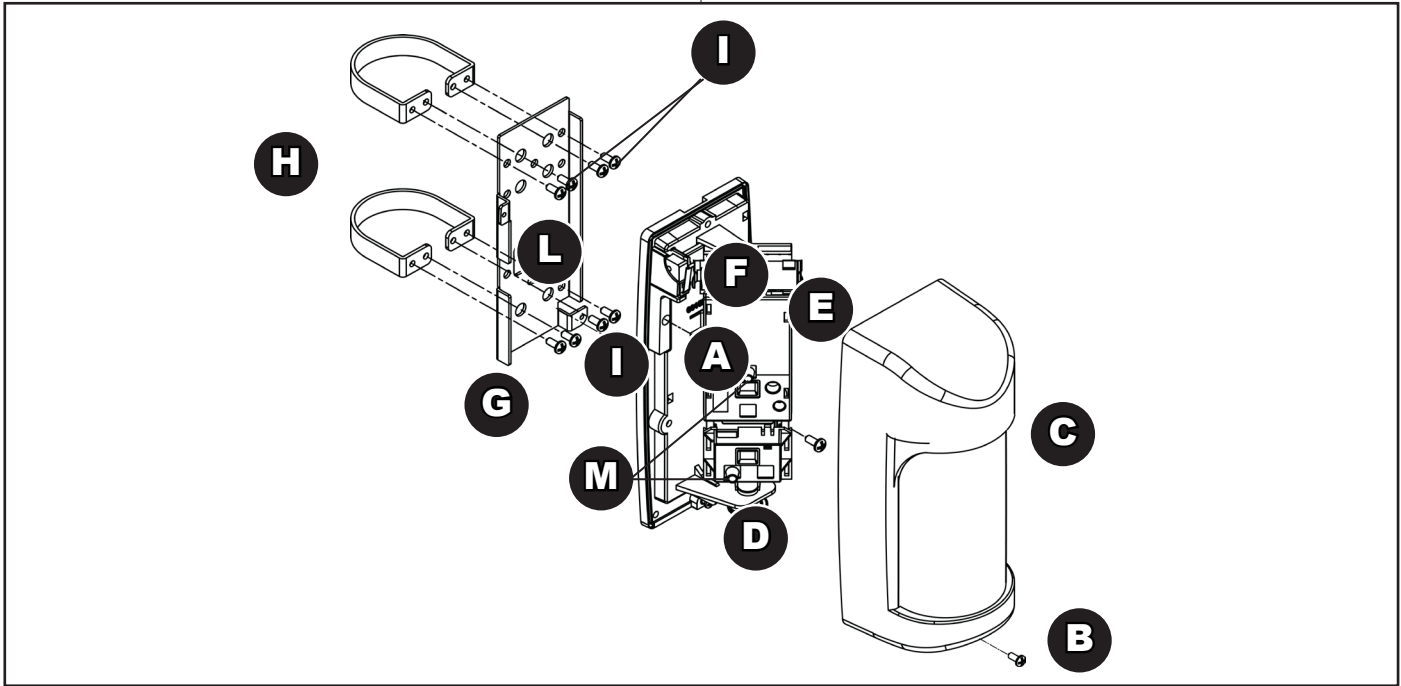

Fig. 2
- Applicare la copertura frontale fissandola con la vite **B** (fig. 2)